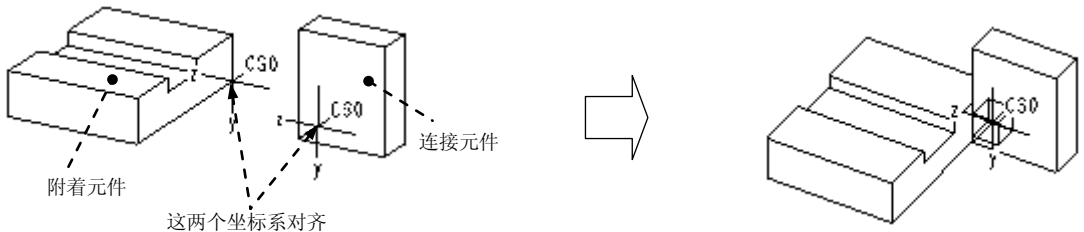

图 12.2.9 焊缝 (Weld) 接头
焊缝接头如图 12.2.9 所示，它将两个元件粘接在一起。在这种类型的接头中，连接元件和附着元件间没有任何相对运动。
(1) 在约束集选项列表中选择  焊缝 选项，此时系统弹出装配操控板。
(2) 单击操控板菜单中的  放置 按钮。
(3) 定义“坐标系”约束。分别选取图 12.2.9 中的两个 CSO 坐标系。